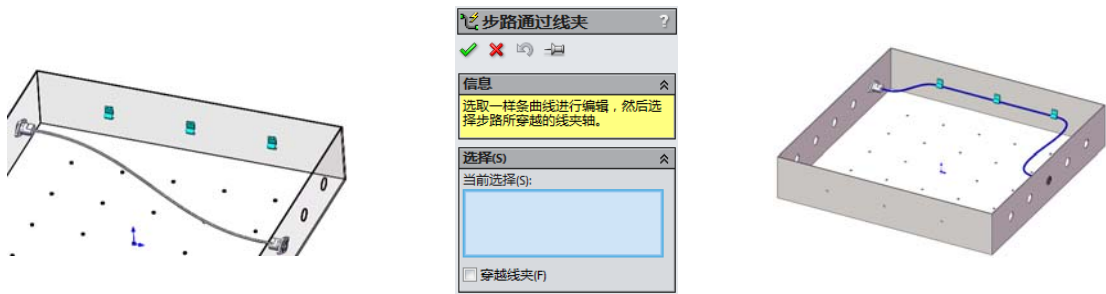

图 18-15 添加线夹 图 18-16 “步路通过线夹”属性管理器 图 18-17 分线器
② 选择对话框中的“2-01 - 3.2mm Dia”单击“确定”按钮。继续添加另外两个线夹，结果如图 18-15 所示。